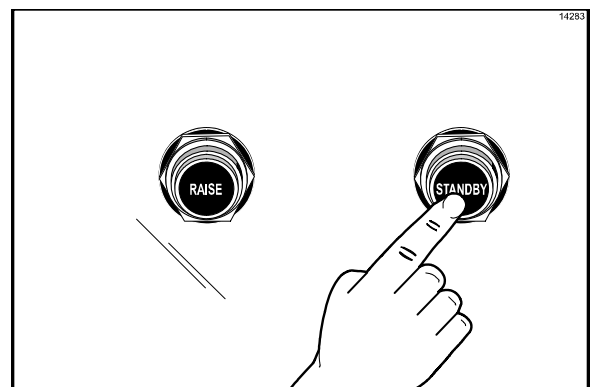

Abbildung 21
13. Zum Schließen der oberen Grillplatte auf den Standby-Knopf drücken. (Siehe Abbildung 21.)